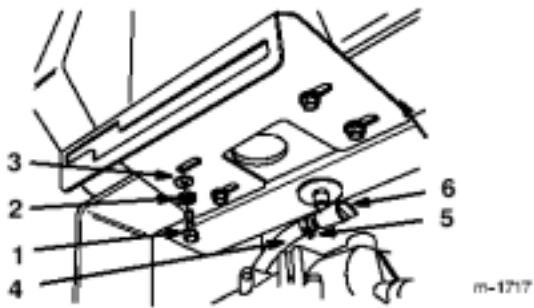

图3
- 2、将控制面板，燃油箱和后机架用四个7/8寸(22.5mm)螺栓锁紧垫片，垫片固定在一起。(图3)
- 3、先将管夹卡在燃油管上。(图3) 然后将油管与油箱接头连接，并用管夹夹紧。(图3)